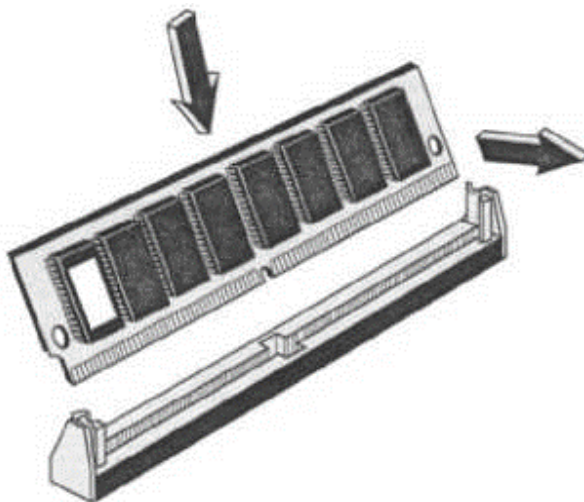
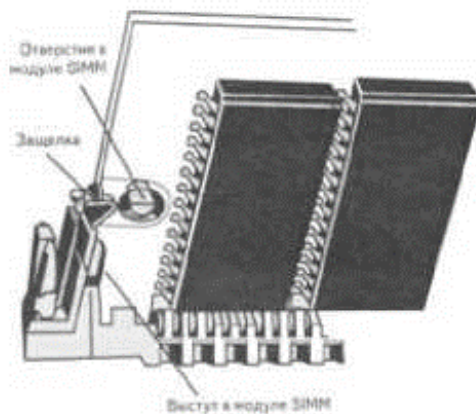

Рисунок 7
Рисунок 8
- d. Надавлив на края модуля, установите его вертикально (рисунок 7). При этом срабатывает механизм фиксации модуля (рисунок 8).